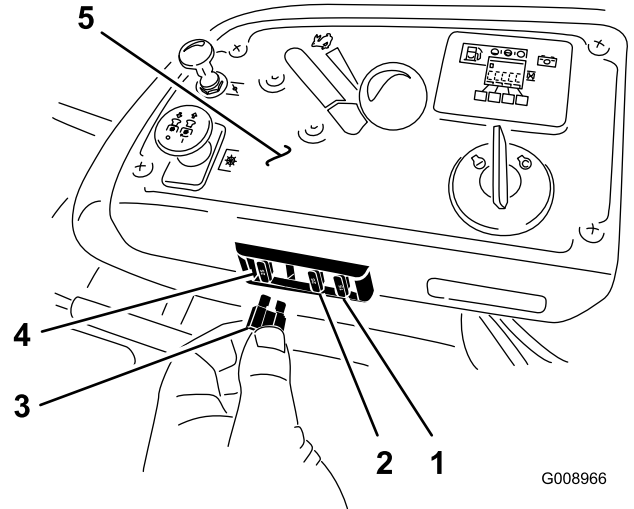

Figura 56
Los fusibles están situados en la consola, a la derecha del asiento (**Figura 56**).
2. Instale un fusible nuevo (**Figura 56**).